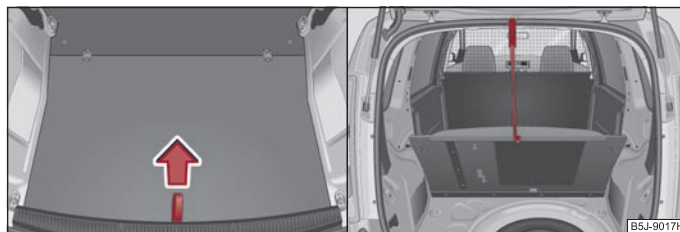

Fig. 175 Curelușă pentru ridicarea podelei de încărcare / fixarea podelei de încărcare cu un cârlig din material plastic
- Ridicați podeaua de încărcare de curelușă ⇒ pagina 199, fig. 175 și fixați-o cu cârligul de plastic (acesta se găsește sub marginea podelei) de marginea superioară dreapta a hayonului ⇒ pagina 199, fig. 175. ■